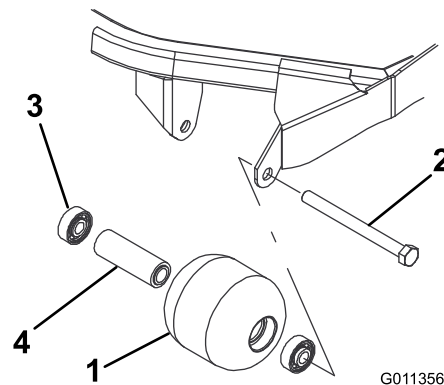

Figure 17
1. Retirez le boulon de fixation du galet (Figure 17).
4. Vérifiez l'état du logement de roulements, des roulements et de la douille d'écartement (Figure 17) Remplacez les composants endommagés et procédez au remontage.
1. Enfoncez le premier roulement dans le logement à la presse (Figure 17). Exercez la pression uniquement sur la bague extérieure ou uniformément sur les bagues intérieure et extérieure.
2. Insérez l'entretoise (Figure 17).
3. Enfoncez le second roulement dans le logement (Figure 17) en exerçant une pression uniforme sur les bagues intérieure et extérieure jusqu'à ce que la bague intérieure rencontre la douille d'écartement.